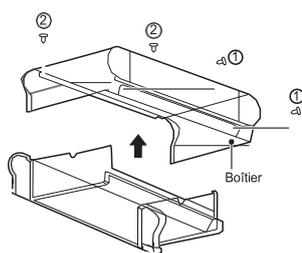

Fig 4-6 Enlever le boîtier
- Comme indiqué sur la Fig. 4-6, enlevez les vis ① * 2 et ② * 2 puis le boîtier.